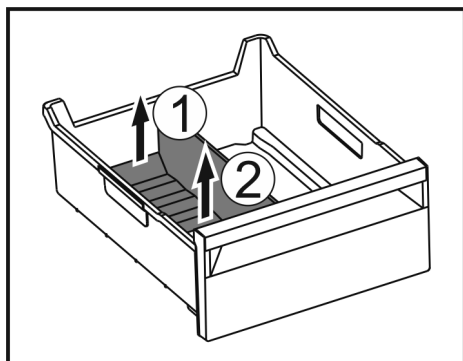

Fig. 209
- ▶ 提升冰格分隔器后部。 Fig. 209 (1)
- ▶ 向上取出冰格分隔器。 Fig. 209 (2)